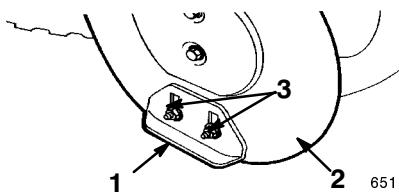

Figure 28
4. Desserrez les 4 boulons à embase qui fixent les 2 patins sur les côtés du carter de tarière (Fig. 28) jusqu'à ce que les patins puissent coulisser aisément vers le haut et vers le bas.
3. Serrez les 4 écrous à embase de fixation des patins aux panneaux latéraux du carter de tarière (Fig. 28).